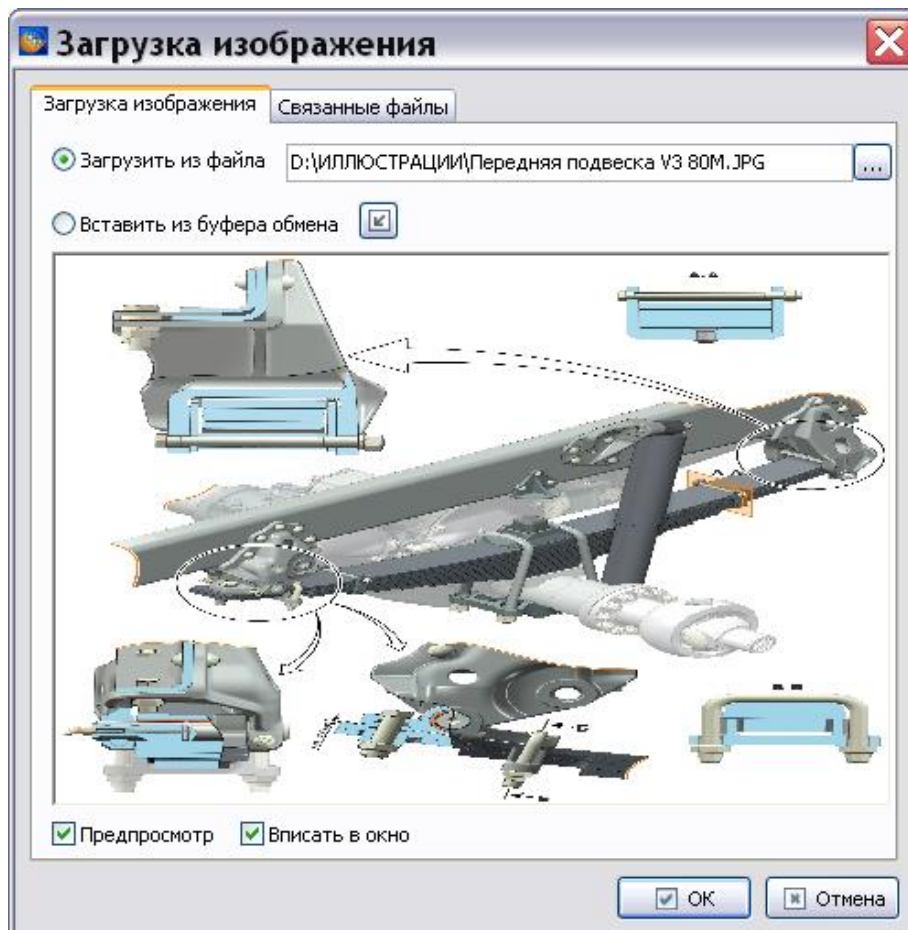

Рисунок 109
- 2) В окне **Открыть** выберите файл с иллюстрацией и откройте его. При этом появится диалоговое окно **Загрузка изображения** с иллюстрацией (рисунок 109).